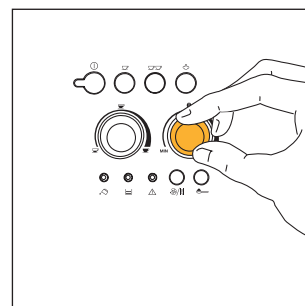
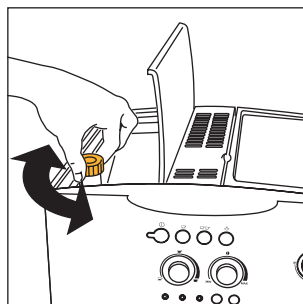

Fig.7
Fig.17
- 2) Reguler knappen til højre (fig.7) for at indstille den ønskede kaffesmag. Jo mere den drejes med uret, jo større bliver mængden af kaffebønner, som maskinen maler, og derfor vil kaffe komme til at smage tilsvarende stærkere. Ved førstegangsbrug skal man foretage flere prøver og brygge kaffe flere gange, indtil man finder ud af knappens korrekte position. Pas på ikke at dreje for meget med uret, for ellers risikerer du at opnå et for langsomt udløb (i dråber), især når du skal brygger to kopper kaffe.
BEMÆRK 1: Hvis kaffen løber ud dryppende eller slet ikke løber ud, er det nødvendigt at dreje knappen til regulering af malingsgraden (fig. 17) med uret, indtil den siger klik en gang (jvf. par. 6). Prøv et klik ad gangen, indtil du finder en tilfredsstillende kaffebrygning.
BEMÆRK 2: Hvis kaffen løber for hurtigt ud og kaffecremen ikke er tilfredsstillende, drej knappen til højre lidt (fig.7) med uret. Man skal foretage flere prøver og brygge kaffe flere gange, indtil man finder ud af knappens korrekte position. Pas på ikke at dreje for meget mod uret, du risikerer at få en for lang udstrømning (dryppende), især når man ønsker to kopper kaffe. Hvis efter nogle kopper kaffe kaffecremen endnu ikke er tilfredsstillende, drej også knappen til regulering af malingsgrad (fig.17) mod uret indtil den siger klik en gang (jvf. par. 6).
For at undgå det, er det nødvendigt at regulere kaffens malingsgrad ved at dreje knappen til regulering af malingsgrad (fig. 17) mod uret, indtil den siger klik en gang (som beskrevet i kap. 6).
Kaffekværnen skal ikke reguleres, i hvert fald i starten, fordi den er blevet forud indstillet på fabrikken, for at opnå korrekt kaffeudløb. Efter at man har brygget de første kopper kaffe, hvis kaffeudløbet skulle være for hurtigt eller for langsomt (dryppende), er det nødvendigt at genindstille malingsgraden ved hjælp af knappen til regulering af malingsgrad (fig. 17).